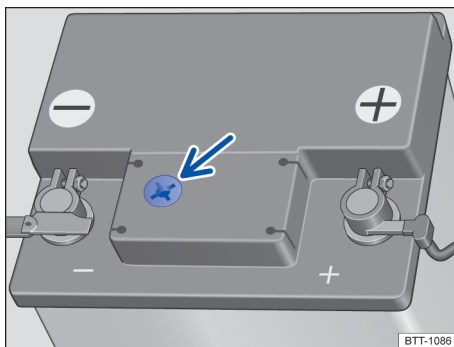

图 140 12 伏车载蓄电池上侧的蓄电池观测孔（示意图）
- 确保充足的照明，以便能够清楚识别 12 伏车载蓄电池 → 图 140（箭头）上侧的圆形蓄电池观测孔中的颜色显示。切勿用明火或闪烁着火星的物品作为照明。